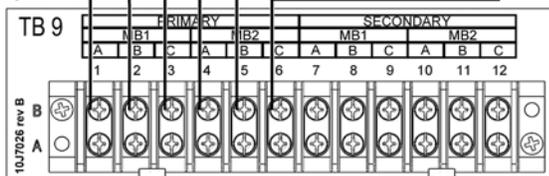

Figure 35. Connexions Modbus (pour une cascade)
contrôleur secondaire d'une chaudière (TB9 – broches 7 à 12) au contrôleur principal de la chaudière suivante (TB9 – broches 1 à 6). Voir Figure 35. Utiliser un fil à paires torsadées blindé d'un calibre 22 AWG ou supérieur avec masse. Deux paires torsadées ou trois conducteurs sont nécessaires.
2. La Figure 35 illustre comment réaliser les connexions. Le Tableau suivant indique les connexions de la chaudière 1 à la chaudière 2.
3. Répéter le processus pour les chaudières 2 et 3, et les chaudières 3 et 4. Les connexions aux autres chaudières suivent le schéma que nous venons de décrire. Utiliser la Figure 35 comme référence.